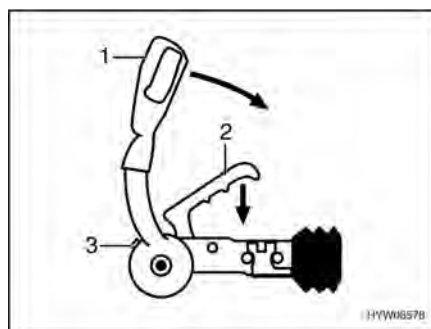

Fig. 4 Acoplamiento de seguridad AKS 3004
- Tirar de la palanca de estabilización (Fig. 4,1) hasta el tope superior.
- Tirar de la palanca de acoplamiento (Fig. 4,2) hacia arriba.
- Ejecutar control visual: El cilindro verde del indicador de seguridad (Fig. 4,3) debe estar visible.
- Activar el dispositivo de estabilización. Tirar de la palanca de estabilización (Fig. 4,1) hasta el tope inferior.